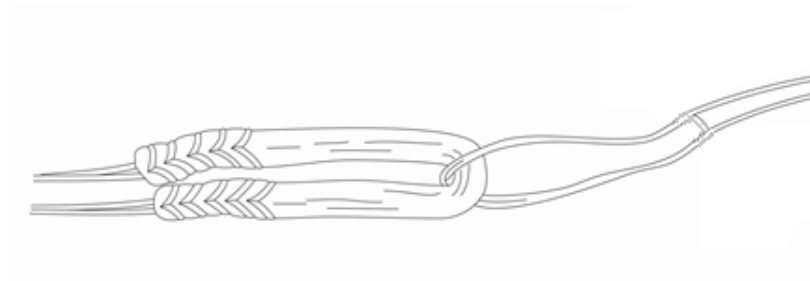

Figura 9. Preparação do enxerto.
3. Preparar o enxerto utilizando o laço ajustável conforme especificado na porção direita da figura 9.